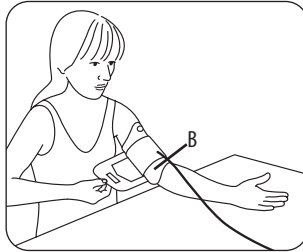

Fig. 2
- L'ouverture B (voir Fig. 2) du brassard, à l'opposé de la languette, doit se trouver sur le pli du coude. La tubulure doit se trouver au milieu du pli du coude et être orientée vers la main.